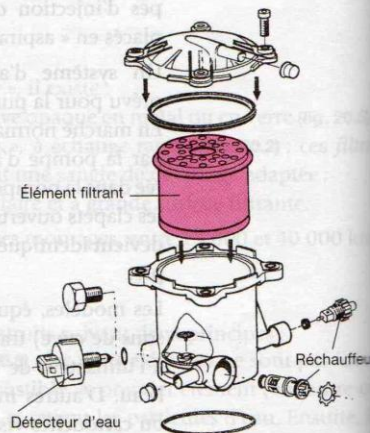
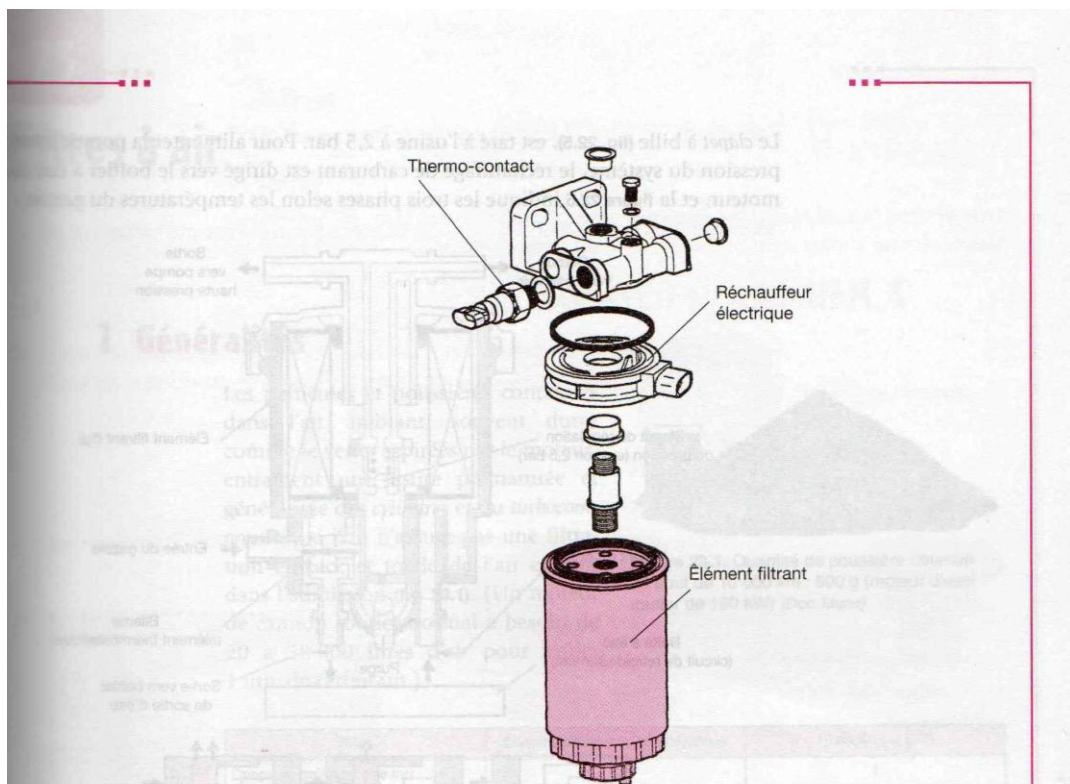

Figure 22.1. Filtre à combustible (Doc. Delphi-Diesel)
Figure 22.3. Platine de réchauffe insérée entre le couvercle et l'élément filtrant (Doc. Delphi-Diesel)
Les filtres modernes comportent divers accessoires permettant à l'utilisateur d'être averti ou assisté dans certaines conditions (fig. 22.1) :
- dispositif de réchauffage du combustible à déclenchement automatique en saison hivernale, à eau (fig. 22.1 et 22.2) ou électrique (fig. 22.3) ;